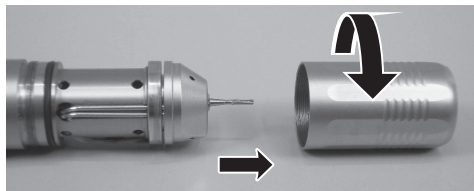

Fig. 15
- (1) Para extraer el soporte del cartucho, aflójele girándolo en la dirección que muestra la Fig.15.